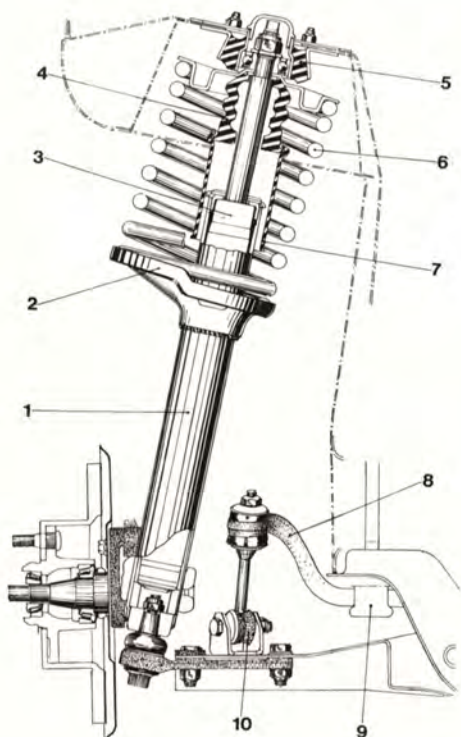

Bild 7-1. Framfjädring
Vagnen är försedd med skruvfjädrar vid både fram- och bakhjulen. I framvagnen, som är av typ McPherson, är hjulen individuellt fjädrande. Framfjädern (6 bild 7-1) stöder i nedre änden mot en platta fastsvetsad på fjäderbenet (1). Övre änden av fjädern vilar mot en gummiupphängt lager (5) fastskruvat i hjulhuset. På stötdämparens kolvstång, vilken fungerar som övre styrning för fjäderbenet, finns en gummi-buffert (4) för upptagande av ev. genomslag i fjädringen.